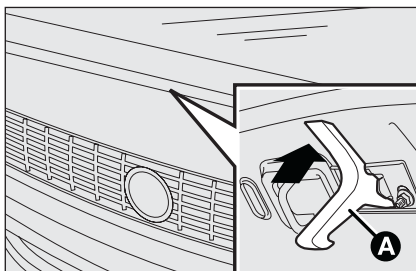

fig. 95
- agire sulla leva **A-fig. 95** come indicato in figura;